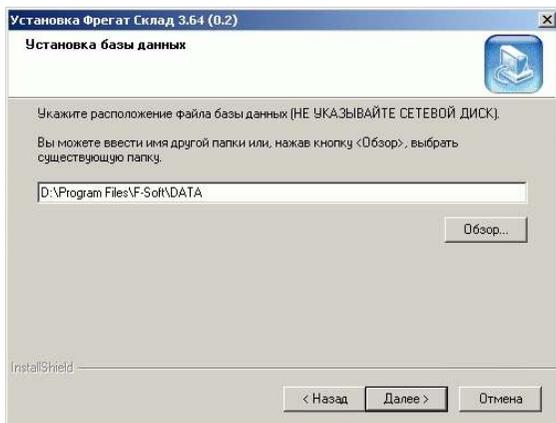

Рис. 1.6. Установка базы данных
- ▶ Нажать кнопку **[Далее >]** для продолжения установки. На экране появится окно выбора папки для размещения базы данных (см. Рис. 1.6).